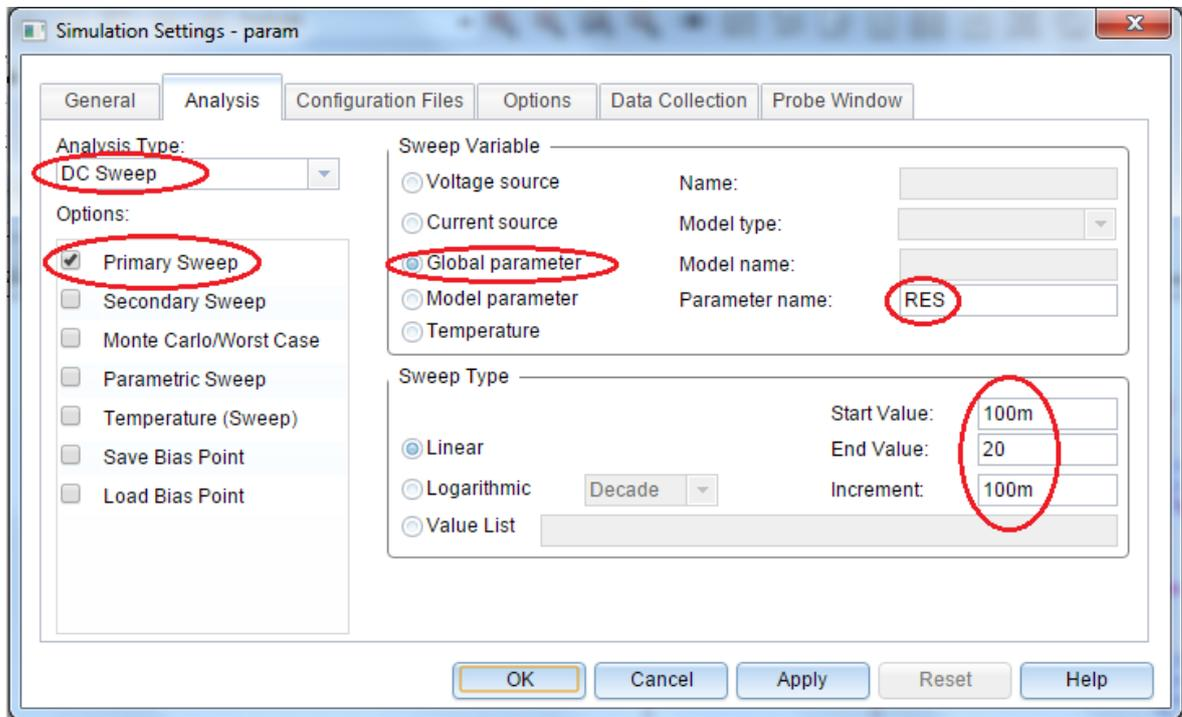

Рис. 1.46. Установка профиля моделирования с развёрткой 8. Выполняем моделирование и получаем график мощности (рис. 1.47).
7. Устанавливаем профиль моделирования PARAM1. Выбираем DC Sweep, Primary Sweep, Global parameter = RES, развертка линейная. Устанавливаем начальное и конечное значение параметра, инкремент (рис. 1.46).